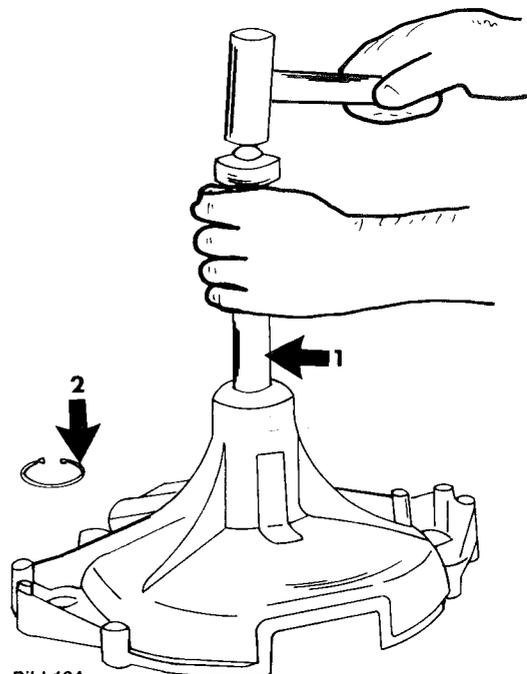

Bild 104
- Mit einer Sprengringzange den Seegerring (6) aus der Innenseite des Kupplungsgehäuses ausfedern. Dieser Ring hält das vordere Lager der Kupplungswelle. Kupplungsgehäuse wie in Bild 104 gezeigt aufsetzen und das Lager mit einem passenden Dorn nach innen ausschlagen.